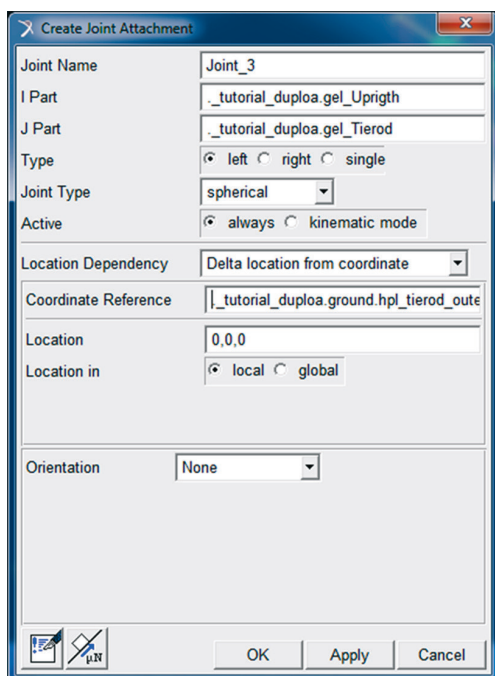

Figura 5.117 – Preenchimento da caixa de diálogo para criação da Junta 3.
- Preencha os campos da janela *Create Joint Attachment*, conforme a Figura 5.117.